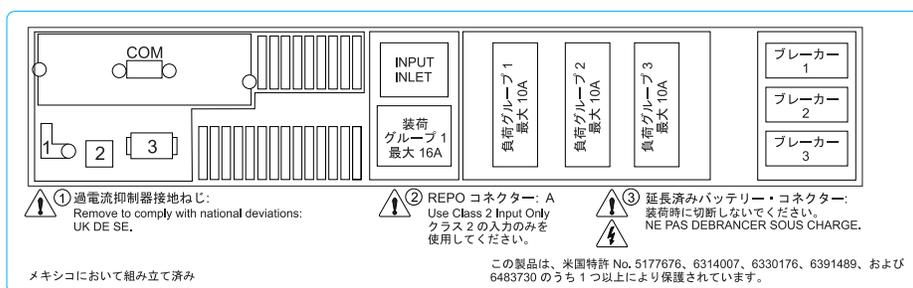

図 7. 背面パネル構成ラベル
2. 背面パネル構成。図 7 が SAN ボリューム・コントローラーの電源機構のカバーに取り付けられているのを確認します。